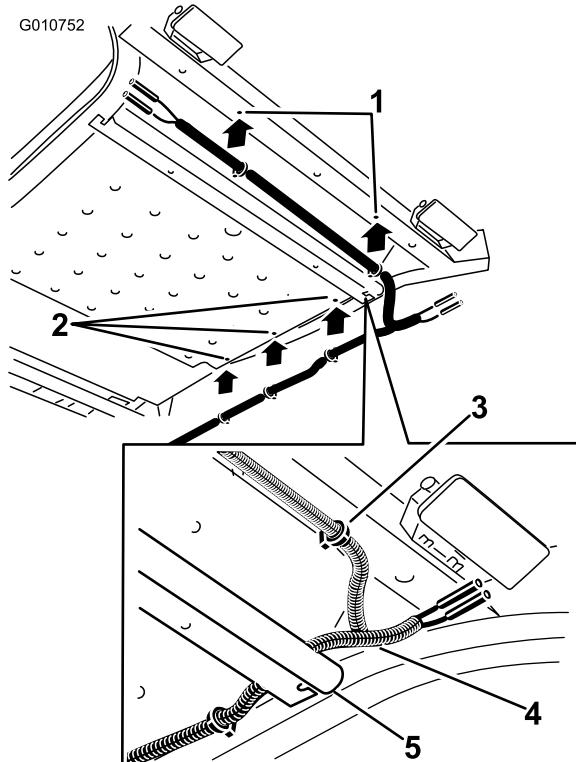

Figura 4
Nota: En modelos del año 2014 y posteriores, mueva los clips de retención hasta que estén alineados con los taladros de la chapa de suelo (Figura 4).
2. Localice el arnés de accesorios entre las piezas sueltas. Localice el extremo del arnés que tiene dos clips de retención entre dos juegos de conectores tipo bala. Pase este extremo del arnés hacia adelante por la barra de soporte delantera del conjunto de elevación y hasta los faros delanteros (Figura 4).